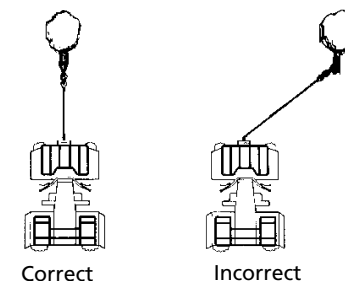

Figure 6
- ÉVITEZ LES TREUILLAGES CONTINUS EFFECTUÉS À DES ANGLES EXTRÊMES car ils enrourleront le câble sur un côté du tambour (Fig. 6). Ceci peut coincer le câble dans le treuil et endommager le câble ou le treuil.